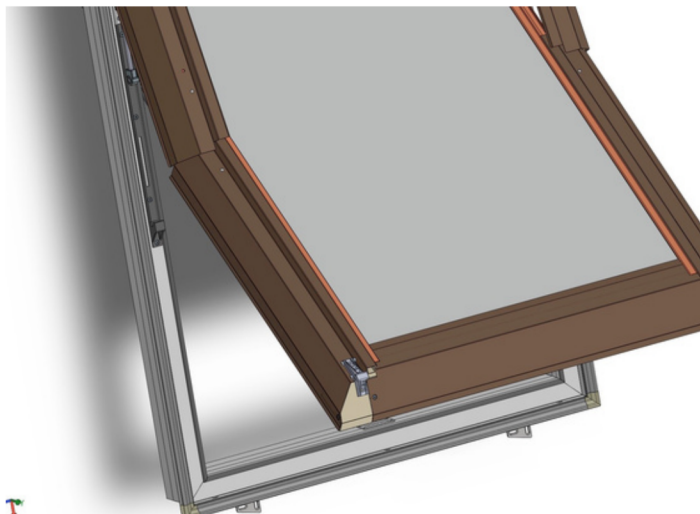
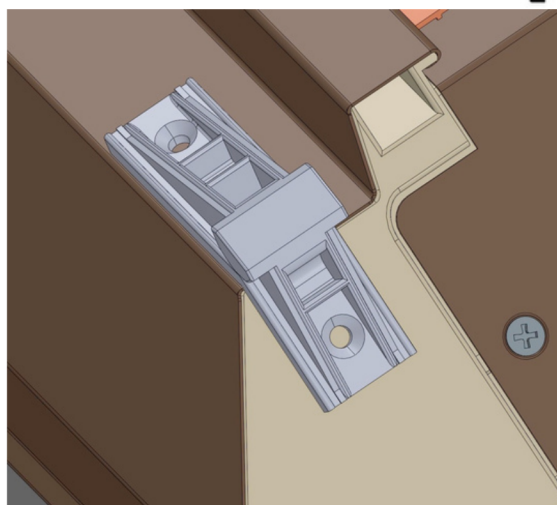

Rys.2
Rys. 3
- 2) Dopasować szablon [h] do krawędzi blachy górnej (poprzecznej) obłachowania okna (Rys.2). Następnie wywiercić 2 otwory wiertłem Ø 6. Odwrócić szablon i analogicznie powtórzyć czynność w przeciwnym narożniku (Rys.3)